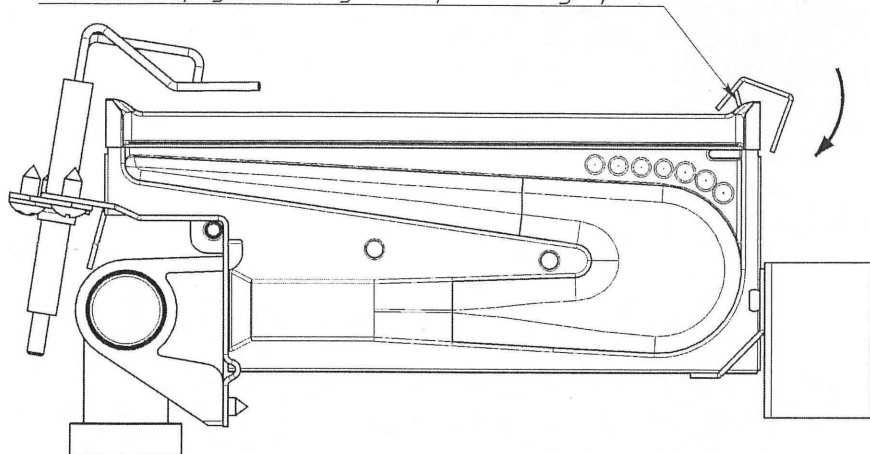

Рис. 5 Установка планки 8223-22.003 на горелку
- г) установить на горелку планку 8223-22.003 (см. рис. 5 и 6);